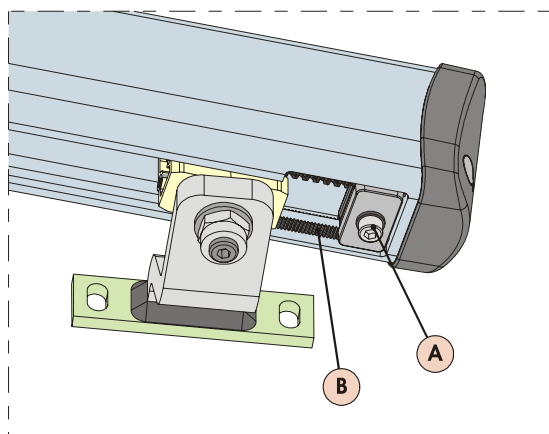

Fig. 19
- 3) Desserrer la vis de fixation, Fig.19 réf.A. Il n'est pas nécessaire d'enlever complètement la vis.
**ATTENTION:** L'arrêt mécanique travaille accouplé à un secteur denté, Fig.19 réf. B; en cas d'empêchements durant l'actionnement, s'assurer que l'accouplement est libre. **NE PAS FORCER.**